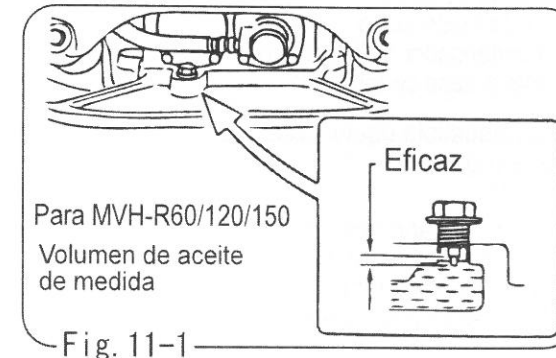

Fig. 11-1
6. Comprobación del nivel del aceite del vibrador (Fig.11-1,11-2)